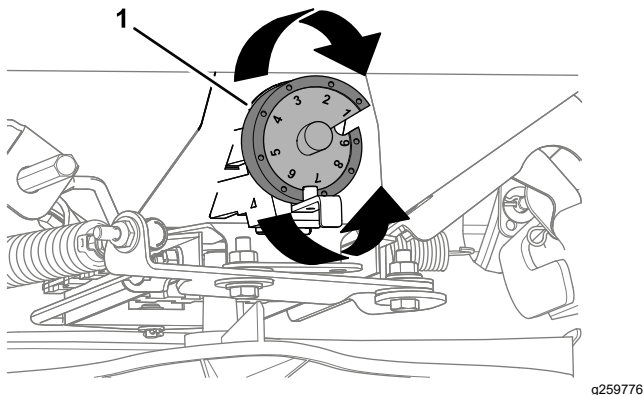

Figura 24
- Gire la leva del dosificador (Figura 24) hasta el ajuste que determinó en el paso 4.